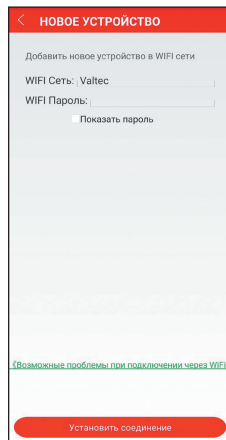

Рис. 9
8.3.2. В появившемся окне «Новое устройство» в поле «WiFi Сеть» определяется название используемой сети. В поле «WiFi пароль» необходимо ввести пароль для подключения к сети. Нажмите кнопку «Установить соединение» внизу экрана (рис. 9). При корректном подключении символ  на дисплее термостата пере-